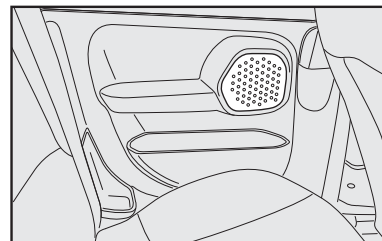

fig. 132
- sede para alto-falantes na lateral traseira da Strada Adventure Cabine Dupla **fig. 132**.